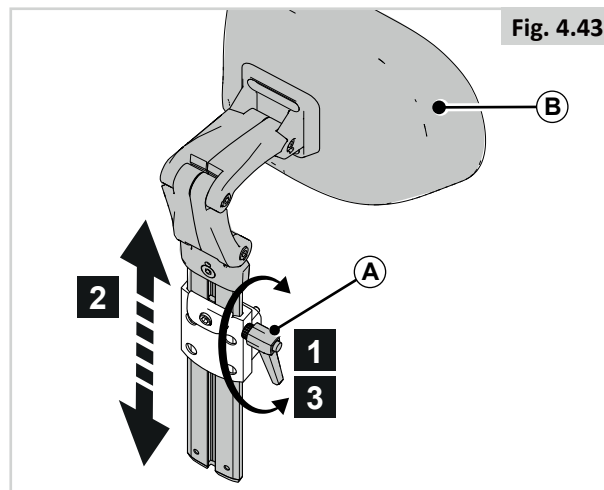

Fig. 4.43
**Hauteur de l'appui-tête (Fig. 4.43)**
1. Desserrez (A) de quelques tours.
2. Réglez (B) à la position désirée.
3. Resserrez (A).